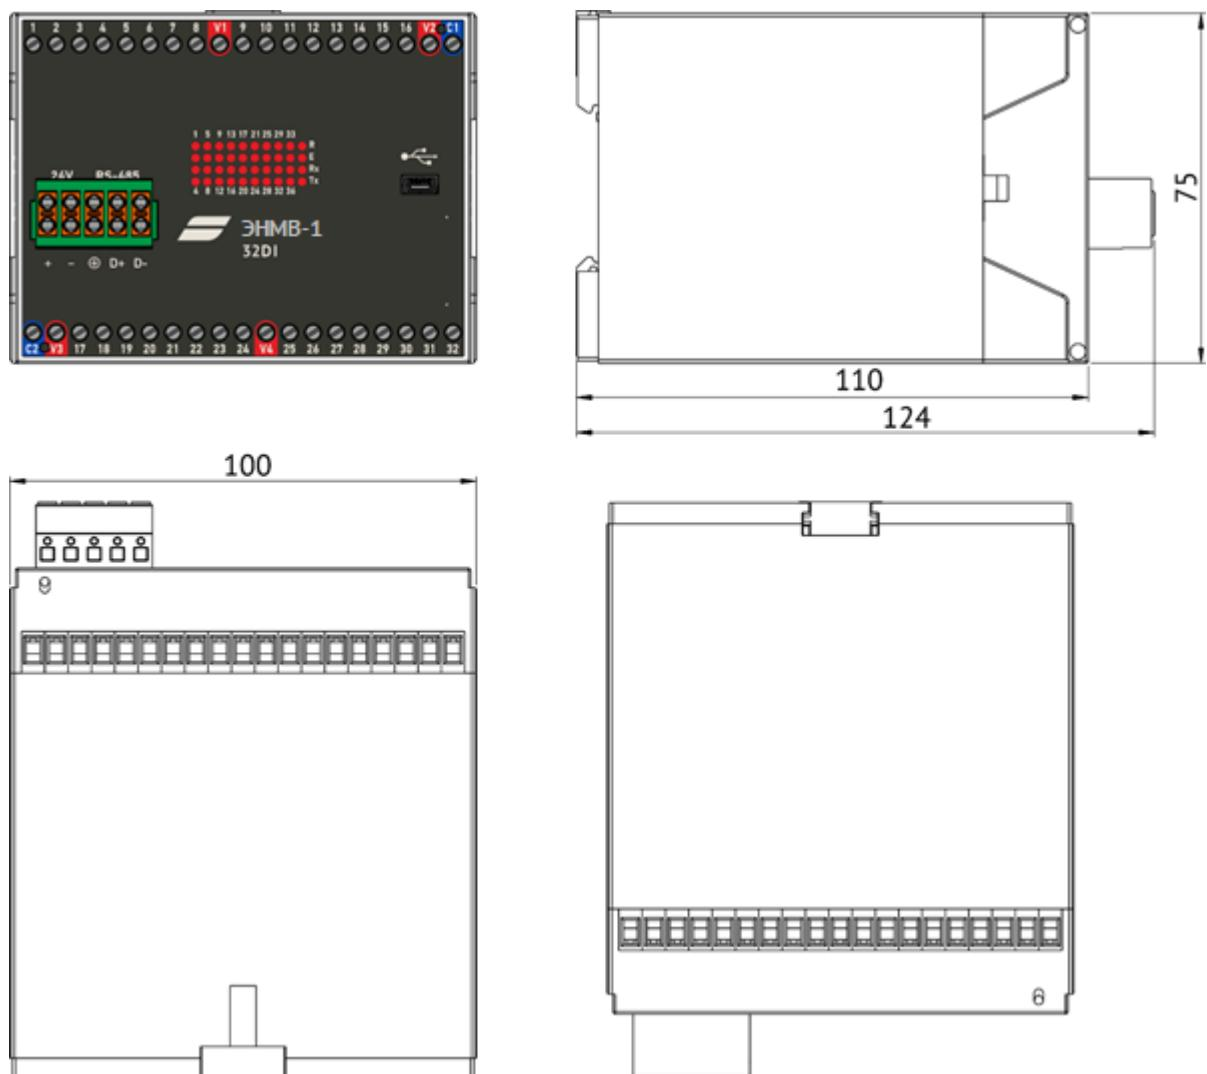

Рисунок 1.3. Габаритные размеры ЭНМВ-1-32/0, ЭНМВ-1-24/6, ЭНМВ-1-16/12, ЭНМВ-1-16/18, ЭНМВ-1-8/24, ЭНМВ-1-0/36, ЭНМВ-1-16Р/0
1.3.6 Габаритные размеры ЭНМВ-1-32/0, ЭНМВ-1-24/6, ЭНМВ-1-16/12, ЭНМВ-1-16/18, ЭНМВ-1-8/24, ЭНМВ-1-0/36, ЭНМВ-1-16Р/0 приведены на рис. 1.3.